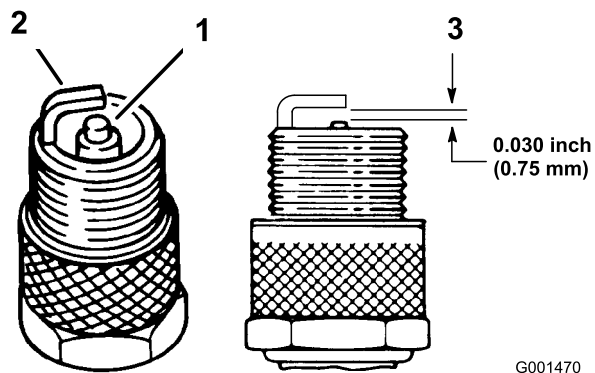

Рисунок 30
3. Проверьте состояние бокового электрода, выровняйте по центру электрод и выровняйте по центру изолятор электрода, чтобы гарантировать отсутствие повреждений (Рисунок 30).
4. Воздушный зазор между центральным и боковым электродами должен быть выставлен равным 0,762 мм (Рисунок 30). После установки требуемого воздушного зазора вставьте свечи зажигания в гнезда и затяните с моментом 20 Н•м.